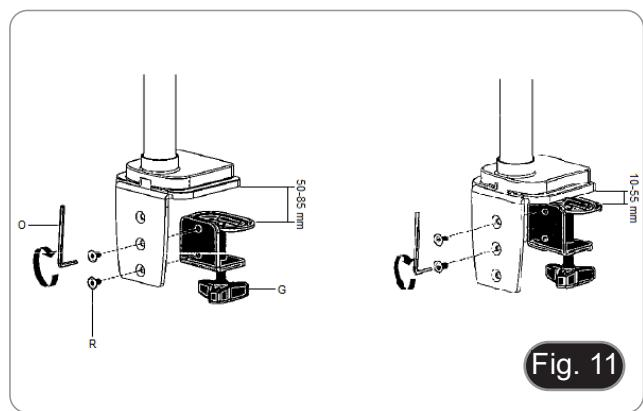

Fig. 11
- Fixer la pince (G) au support de pince (F) à l'aide des deux vis (R). (Fig. 11)
- NOTE:** En fonction de l'épaisseur de la table, la pince (G) peut être montée dans deux positions différentes.